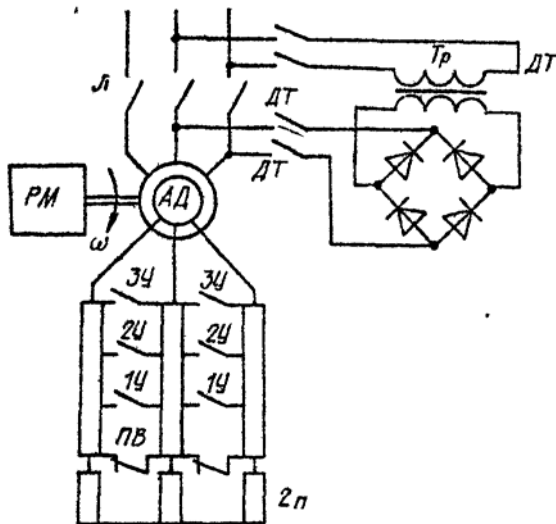
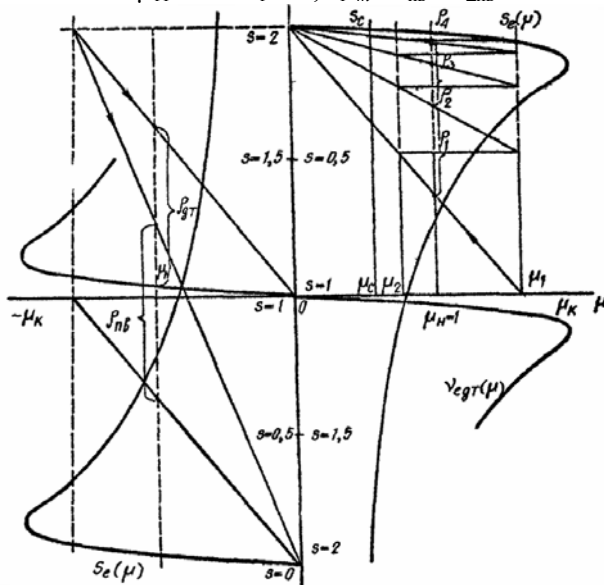

Рис.12
Рис.13
Задача 21. Для привода с асинхронным двигателем с фазным ротором и реостатно-релейным управлением (рис.12) построить характеристики реостатного пуска и рассчитать ступени пускового реостата (рис.13). Номинальные данные асинхронного двигателя привода:  $P_n = 22$  кВт;  $\omega_0 = 104,5$  рад/с;  $s_n = 0,0625$ ;  $U_{1n} = 380$  В;  $I_{1n} = 50$  А;  $\cos\varphi_n = 0,85$ ;  $E_{2n} = 173$  В;  $I_{2n} = 100$  А.
Задача 22. Для схемы асинхронного привода с реостатным управлением по рис.12 определить величину сопротивления ступени тормозного противовключения при максимальном значении тормозного момента  $\mu_{т1} = 2$  и  $s_t \approx 2$  ( $2 - 0,0625 = 1,9375$ ). Номинальные данные двигателя привода приведены в задаче 21.
2. По графику пусковых характеристик  $m = 3$ ,  $\mu_1 = 2$ ,  $\mu_2 = 1$  и характеристике противовключения  $\mu_{T1} = 2$  и  $s_T = 1,9375$  определить сопротивление противовключения  $r_{пв}$  (см. рис.13).
Задача 23. Для схемы асинхронного привода с реостатным управлением (см. рис.12) определить величину напряжения постоянного тока, подаваемого взамен переменного в статор двигателя, и величину сопротивления динамического торможения  $r_{дт1}$  для  $\mu_{дт1} = 1$  при  $v_{дт1} = 0,9375$  (см. рис.13). Соединение обмоток статора - звезда. Номинальные данные двигателя привода приведены в задаче 21. Для расчета напряжения питания двигателя постоянным током принять омическое сопротивление фазы статора двигателя  $r_{1\phi} = 0,24$  Ом.